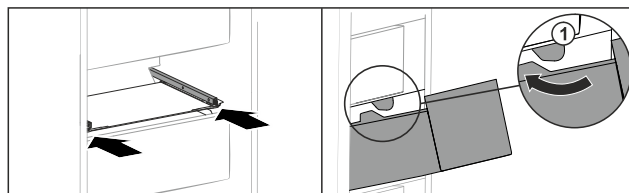

Fig. 238
- ▶ Umetnite ladicu oko zaustavljača Fig. 238 (1).